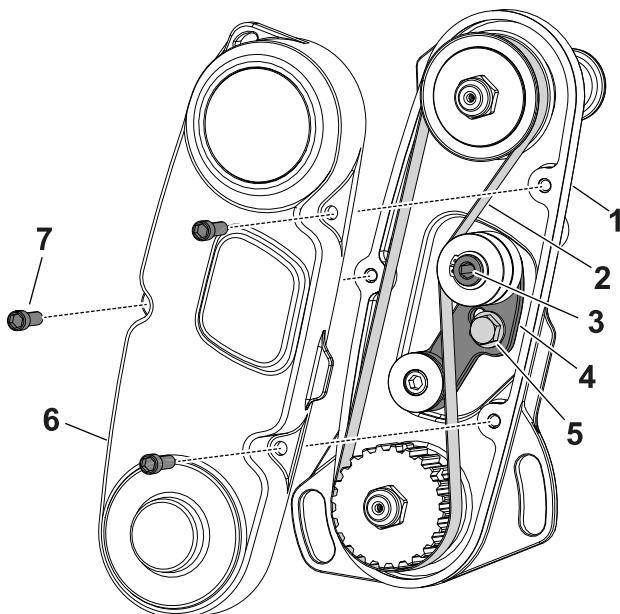

図 15
2. アイドラームボルトをゆるめてアイドラーム 図 15 を回してベルトの張りをなくす。
3. ベルトを取り外す 図 15。
1. ベルトカバーを外してベルトを露出させる 図 15。
6. ベルトを取り付け、図 15に示すアイドラームの内側六角部に $4\text{-}5 \text{ N}\cdot\text{m} 0.4\text{-}0.45 \text{ kg}\cdot\text{m} = 35\text{-}40 \text{ in-lb}$ のトルクを掛ける。